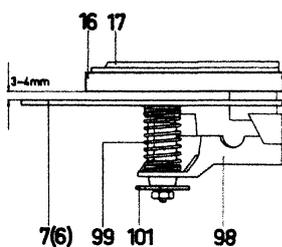

Abb. 10
Die Höhenlage des Dreibeins (98) zur Tragplatte (7) wird durch die Stellmuttern (101) an den Aufhängefedern (119) bestimmt. Der Abstand zwischen Tragplatte und Plattenteller (16) ist durch Verdrehen der Stellmuttern auf 3-4 mm einzustellen. Die Stellmuttern werden durch Kontermuttern gesichert. (Abb. 10)